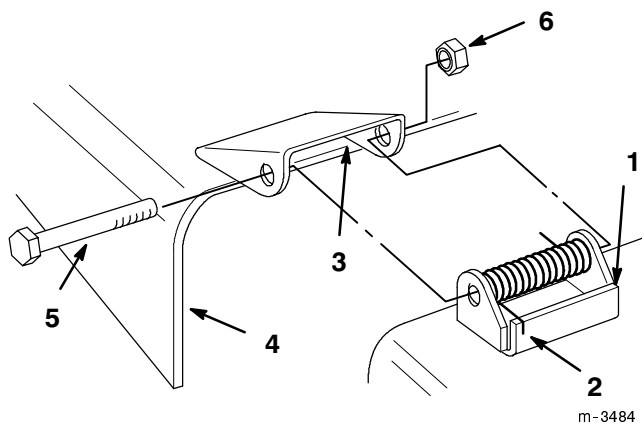

Abbildung 1
1. Die Federn so in die Haltebügel am Mähwerk setzen, dass die Hakenenden über die angehobene Rückseite der Bügel kommen (Abb. 1).
2. Den Auswurfkanal auf die Löcher in den Haltebügeln und die geraden Federenden im Raum unter dem Gelenk und über dem Kanal ausrichten (Abb. 1).
3. Den Auswurfkanal mit Schrauben durch Kanal, Federn und Bügel am Bügel befestigen und mit Sicherungsmuttern sichern (Abb. 1).